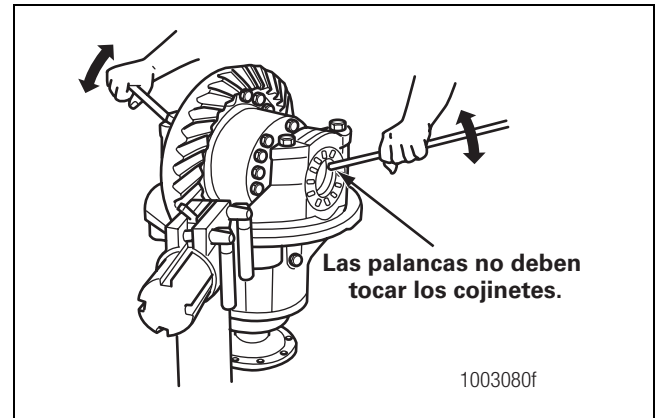

Figura 5.37
- A. Inserte dos palancas que quepan entre los anillos de ajuste del cojinete y los extremos de la caja del diferencial. Las palancas no deben tocar los cojinetes del diferencial. Figura 5.37.